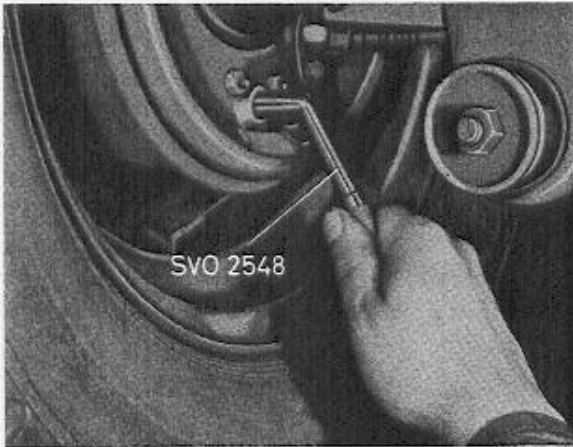

Abb. 26 Einstellen der Radbremse
2. Rad drehen, indem die Bremsen durch Drehen der Einstellschraube im Uhrzeigersinn mit Hilfe des Schlüssels SVO 2548, siehe Abb. 26, angezogen werden. Wenn das Rad kaum mit einer Hand durchgedreht werden kann, ist das Anziehen zu unterbrechen. Danach ist die Schraube um vier „Rasten“ zu lösen und kontrollieren, daß sich die Bremstrommel frei drehen läßt, mit der Einstellschraube in Sperrlage.